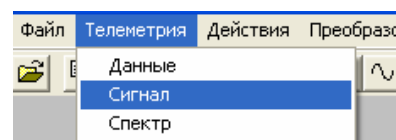

Рисунок 15
- В меню «Телеметрия» выбрать пункт «Сигнал» (Рис. 15). Открыть вкладку «Триггер».